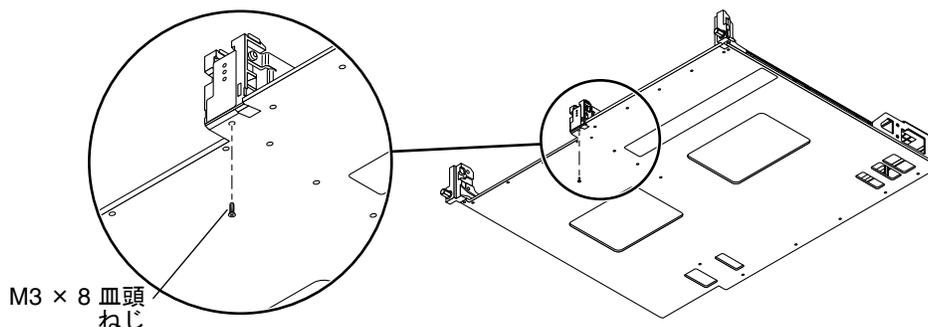

図 1-13 T レールガイドを取り外したあとのセンターガイド留め具の固定
4. FRU パッケージにある M3×8 皿頭ねじの 1 本を使用して、センターガイド留め具を新しいキャリアプレートに固定します (図 1-13)。